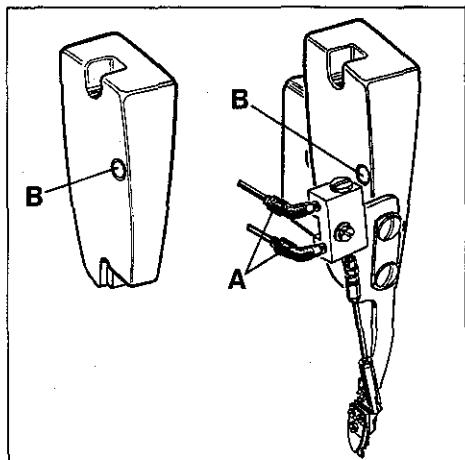
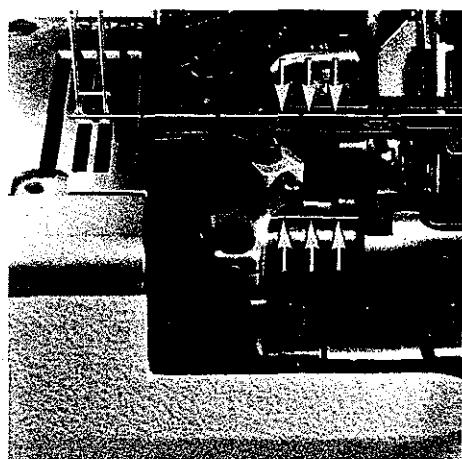
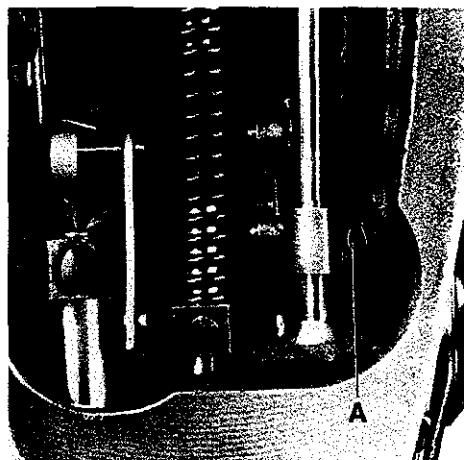
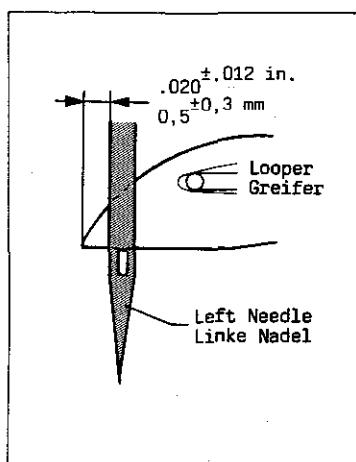

Fig.19
Fig.21
Fig.20
Fig.23
1. Remove the head cover*, presser foot and feed dogs. For removing the head cover on styles with cover thread trimmer the PA-tubes have to be disconnected on the swivel elbows (A, Fig. 19) of the air cylinder.
3. Loosen screw (A, Fig. 20) and turn needle bar as required, so the needles center in the needle holes of throat plate and are parallel to the looper shaft (see Fig. 21). This can be checked by holding a ruler against the needles.
4. Retighten screw (A, Fig. 20).
* The needle bar can also be aligned and set to height without removing the head cover. For this, remove plug (B, Fig. 19) in the head cover to have access to screw (A, Fig. 20) in the needle bar connection. Remount the plug.
1. Entfernen Sie den Kopfdeckel*, Drückerfuß und Transportiere. Zum Entfernen des Kopfdeckels müssen bei Maschinen mit Legfadenabschneider die PA-Schläuche an den Winkel-einverschraubungen (A, Fig. 19) am Luftzylinder gelöst werden.
3. Lösen Sie die Schraube (A, Fig. 20) und drehen Sie die Nadelstange so, daß die Nadeln mittig in die Stichlöcher der Stichplatte einstechen und parallel zur Greiferwelle stehen (siehe Fig. 21). Dies kann durch Anlegen eines Lineals an die Nadeln geprüft werden.
4. Ziehen Sie die Schraube (A, Fig. 20) wieder an.
* Die Nadelstange kann auch ohne Abbau des Kopfdeckels ausgerichtet und auf die Höhe eingestellt werden. Entfernen Sie dazu den Verschlußstopfen (B, Fig. 19) im Kopfdeckel, damit die Schraube (A, Fig. 20) im Nadelstangen-Mitnehmer zugänglich wird. Montieren Sie den Verschlußstopfen wieder.
The height of needle bar is correct, when the looper point at its travel from right to left is 0.5 mm (.020 in.) left of the left needle (see Fig. 23) and the top of the needle eye is flush with the underside of the looper. For adjustment loosen screw (A, Fig. 20)* and move needle bar up or down as required. Retighten screw (A).
Die Nadelstangenhöhe ist richtig eingestellt, wenn die Greiferspitze bei ihrem Weg von rechts nach links 0,5 mm links der linken Nadel steht (siehe Fig. 23) und Oberkante Nadelöhr und Unterkante Greifer in gleicher Höhe stehen. Lösen Sie für diese Einstellung die Schraube (A, Fig. 20)* und schieben Sie die Nadelstange nach Bedarf nach oben oder unten. Ziehen Sie die Schraube (A) wieder an. Beachten Sie, daß bei dieser Einstellung die Nadelstange nicht verdreht wird.